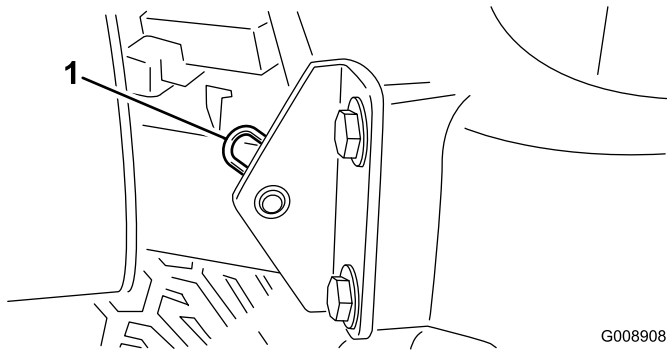

Figura 49
2. Rimuovete la coppia di fissaggio del perno del cofano sulle staffe di montaggio (Figura 49).